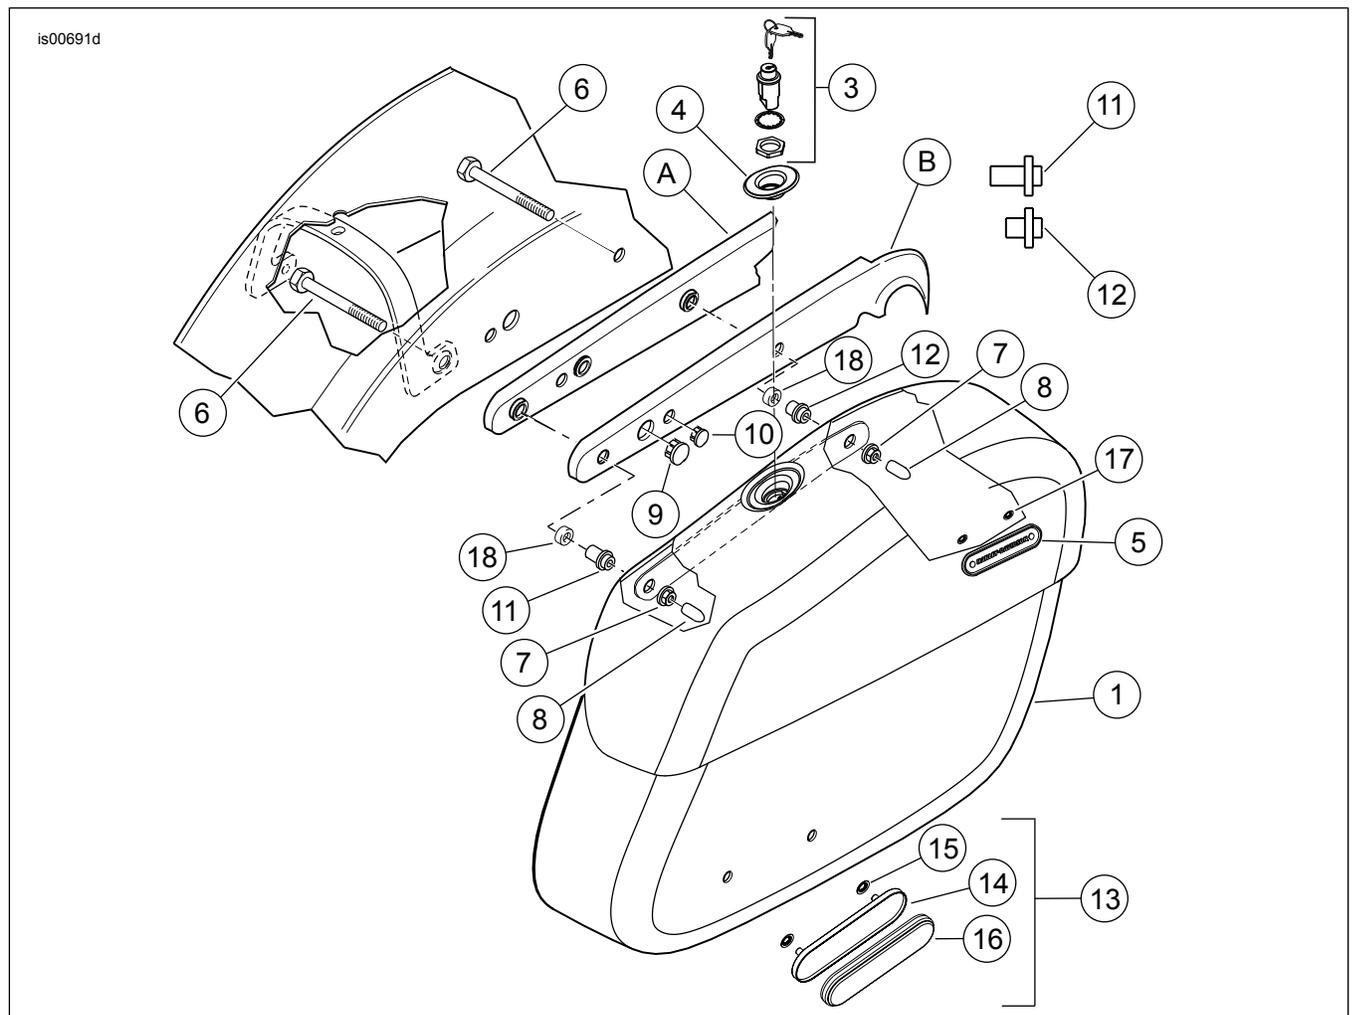

Figura 2. Piezas de servicio: Kit de alforjas rígidas de cuero Sportster (se muestra el lado derecho)
Vea la Figura 2 y la Tabla 1.
5. Vea la Figura 2. Desde la parte inferior del guardabarros, instale dos pernos (6) del kit a través del guardabarros y dentro del soporte (A) y la cubierta (B) del guardabarros, de donde se extrajeron anteriormente, en el paso 3, los dos tornillos con cabeza de botón.
6. Para el kit 53050-10: Instale el buje corto (12) sobre el perno delantero (extremo corto hacia la alforja) y el buje largo (11) sobre el perno trasero (extremo corto hacia la alforja). Para el kit 90201321: Instale el espaciador (18), luego el buje corto (12) sobre el perno delantero (extremo corto hacia la alforja). Instale el espaciador (18), luego el buje largo (11) sobre el perno trasero (extremo corto hacia la alforja).
8. Enrosque las tuercas de seguridad con reborde (7) en los pernos en el interior de la alforja. Ajuste ambas tuercas de seguridad con reborde a 24-27 lb-pie (33-37 Nm).
9. Instale una tapa protectora de roscas (8) en cada uno de los extremos del perno.
2. Ve a Figura 2. Coloque el soporte del reflector (14) en la alforja.
7. Instale el soporte del reflector (14) en la alforja usando dos tuercas de empuje (15).
8. Quite el respaldo del adhesivo en el reflector (16) e instálelo en el soporte (14).